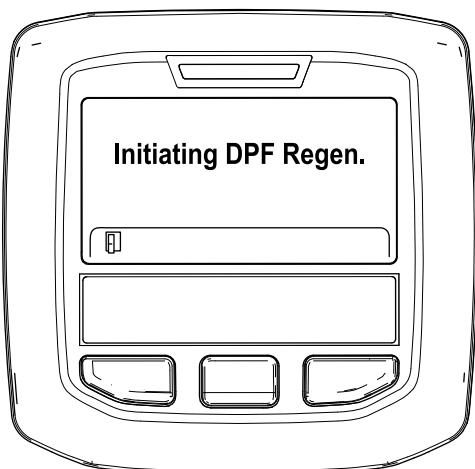

**Figura 49**
- B. Se muestra el mensaje "Waiting on ⚡" (Esperando) (Figura 49).